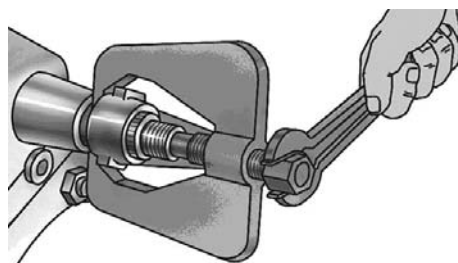

Рис. 4. Зняття сошки
2. Відкрутіть гайку кріплення сошки рульового механізму і зніміть сошку (рис.4) за допомогою знімача.